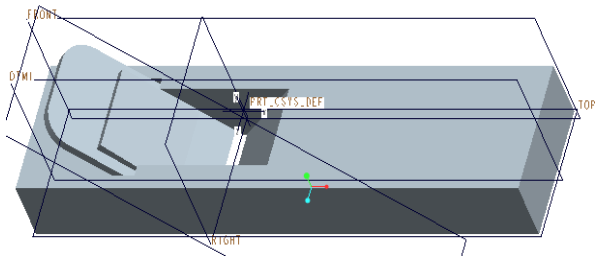

図 4-52 差込み楔
- 「完了」、「保存したビューリスト」の「標準方向」をクリックして図 4-52 のように完了する。